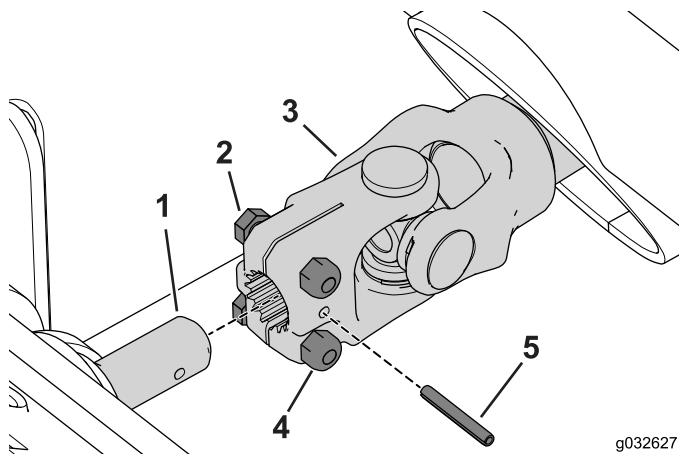

Figura 125
1. Utilice el pasador cilíndrico para conectar el árbol de transmisión al eje de la caja de engranajes (Figura 125).